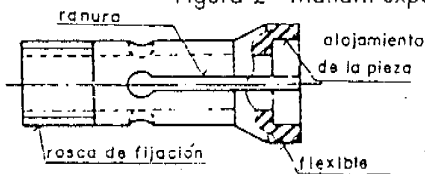

Figura 3 -Mandril expansible para trabajos internos ( pinza ).
- b. Para trabajos internos ( Figura 3 ).